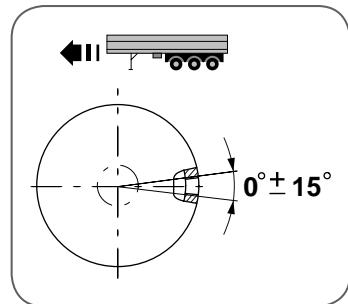

Abb. 8 - Achsrohr mit Bohrung für Anschlusswinkel erstellen
1. Die Bohrung mittig zwischen der Felge, in Fahrtrichtung hinter dem Achsrohr, für den Anschlusswinkel gemäß ► *Abb. 8* erstellen.